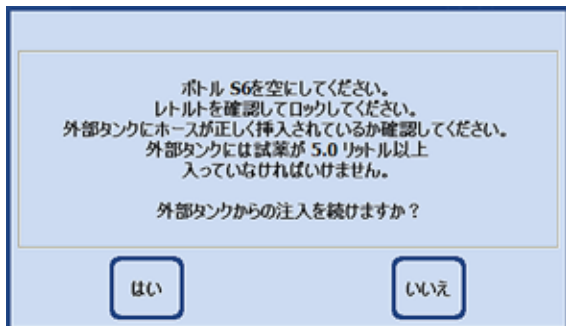

図 170
- すべて終了した後、「はい」を押して注入を開始します (図 170)。